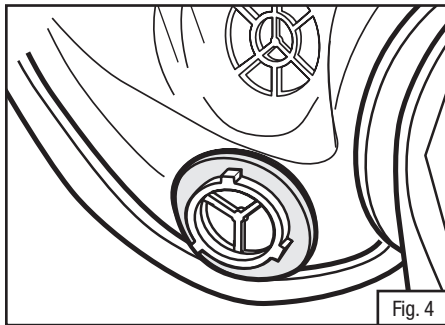

Fig. 4
2. Instale os novos anéis de vedação nos encaixes baioneta da entrada de inalação da peça facial. Assegure-se de que os anéis de vedação estão na posição correta, nos três pinos de cada porta da baioneta (Fig. 4).